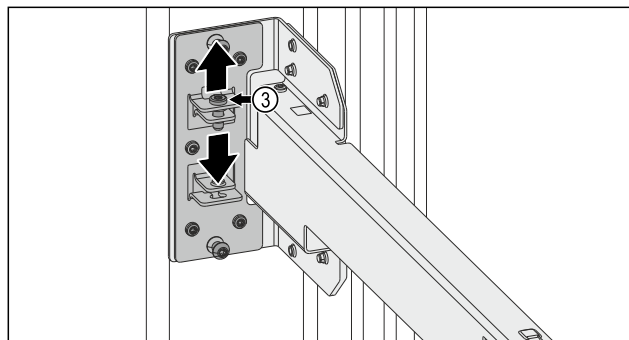

Fig. 14
- ▶ Разхлабете винта Fig. 14 (3).
- ▶ Затегнете винта Fig. 14 (3).